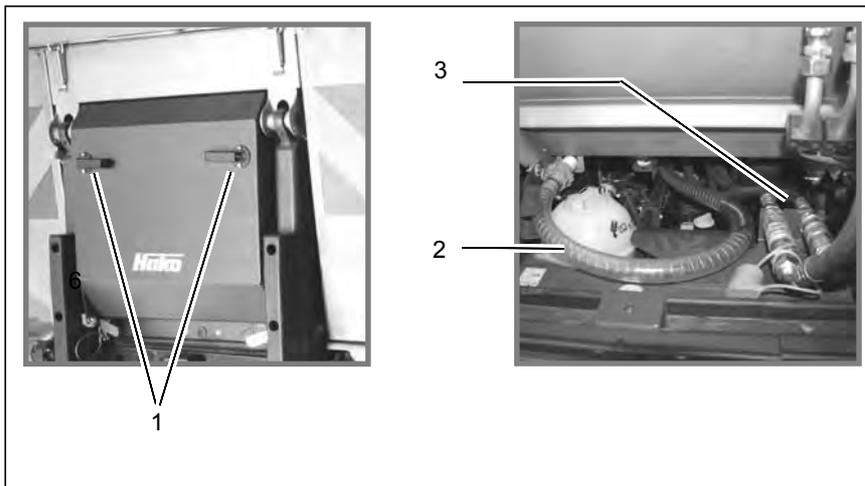

Fig. 36
16. Accrocher le volet arrière et le fermer avec les loquets de verrouillage (Fig. 36/1).
Le démontage de la benne s'effectue en sens inverse. Veuillez faire en sorte que le tuyau d'eau de circulation (Fig. 36/2) ainsi que les tuyaux hydrauliques (Fig. 36/3) soient minutieusement posés !